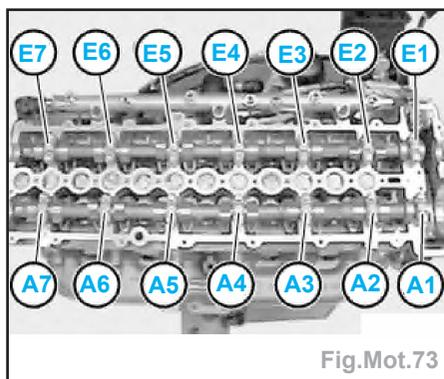

Fig.Mot.73
- (E) : arbre à cames d'admission,
- (A) : arbre à cames d'échappement.
**Nota** : les chapeaux de palier de l'arbre à cames d'admission sont repérés de (E1) à (E7), lisibles du côté échappement (Fig.Mot.73).